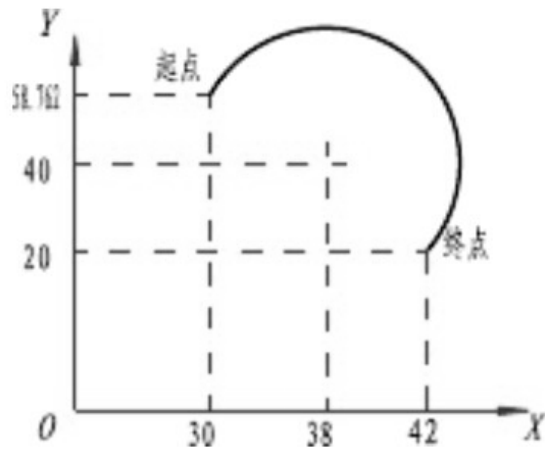

图 7
**程序实例:** 如图 7 所示, 用圆心编程圆弧从起点到终点。编程程序如下: